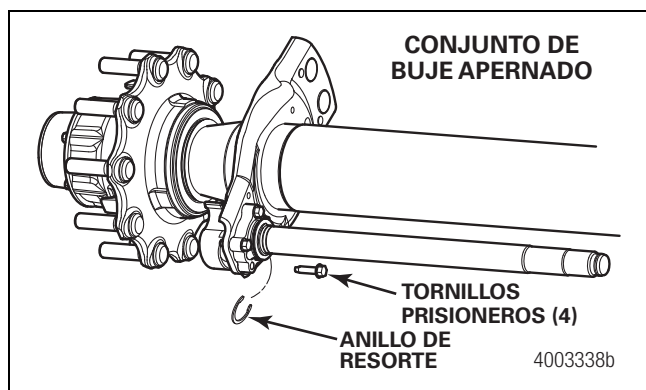

Figura 11.57
2. Retire el anillo de resorte en el lado interior del portabuje y los cuatro tornillos prisioneros del portabuje. Figura 11.57.